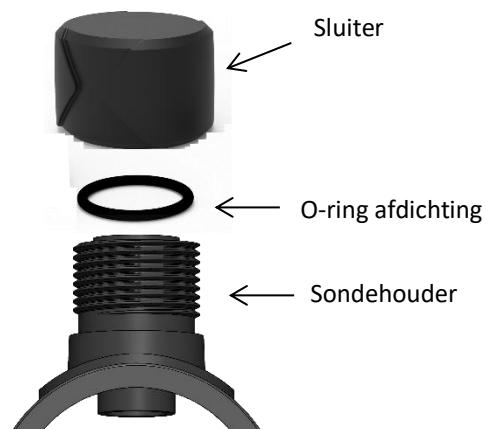

Fig. 12
- Plaats pakking "D" (fig. 12) en sluit dan af met de obturator om het gat in de sondehouder af te dichten dat door de sonde is vrijgelaten.